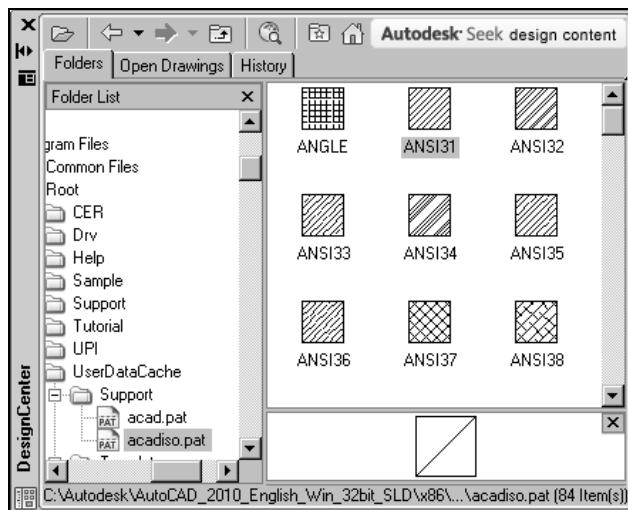

Рис. 2.11. Центр управления с загруженными в его палитру образцами штриховки из найденного файла
5. Щелкните два раза по файлу с нужным образцом штриховки, и его содержание загрузится в палитру центра управления (рис. 2.11).